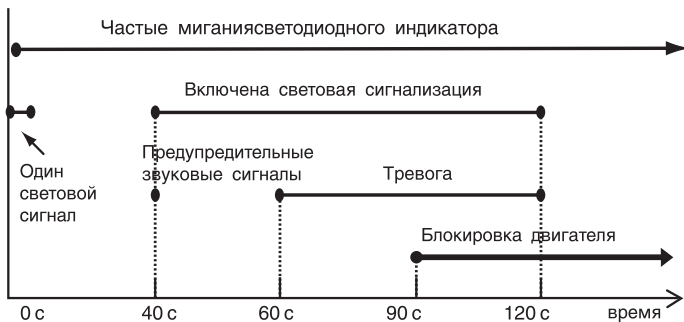

Рис.1.2. Временная диаграмма работы в режиме защиты от ограбления.
1.11.1. Активизация с брелка. Программируемая функция №5 должна быть установлена в состояние **с брелка**. Пока автомобиль находится в зоне действия брелка следует нажать и удерживать кнопку  более 2 с. Сигнализация включит режим и ответит одним световым сигналом. Светодиод начнет мигать с высокой частотой. Дальнейшее развитие событий не требует участия владельца и представлено на рис.1.2 в виде временной диаграммы.
1.11.2. Автоматическая активизация. Программируемая функция №5 должна быть установлена в состояние **автоматически**. В этом случае режим активизируется всякий раз при условии, что включено зажигание и была открыта, а затем закрыта дверь автомобиля. Включение режима происходит в момент закрытия двери и сопровождается одним звуковым сигналом и частым миганием светодиода (рис.1.2). В отличие от предыдущего варианта данный способ не требует вообще никаких действий со стороны владельца при насильственном захвате, но необходимо постоянно выключать режим при обычной эксплуатации автомобиля.
1.11.3. Для выключения режима, независимо от того, как он был активизирован, в период первых 90 с работы (рис.1.2) достаточно в течение 3 секунд 3 раза нажать кнопку  брелка. Режим выключится и в ответ прозвучит 2 сигнала сирены. Если с момента активизации прошло более 90 с необходимо применять процедуру аварийного выключения (п.1.15).